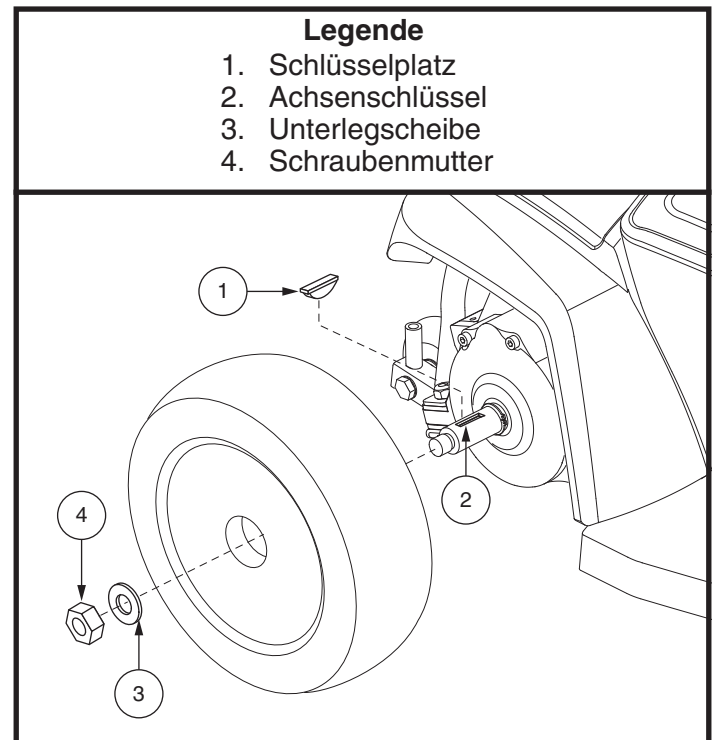

Abb. 16. Go-Chair Antriebsrad
3. Entfernen Sie die Schraubenmutter des Antriebsrades von der Radnabe. **Siehe Abb. 16.**